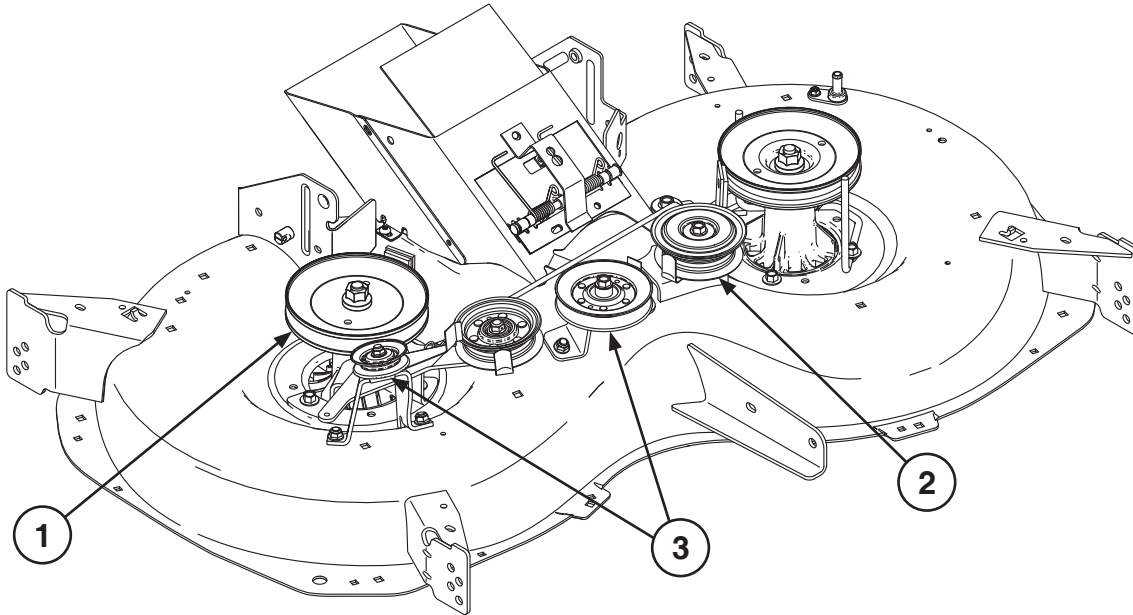
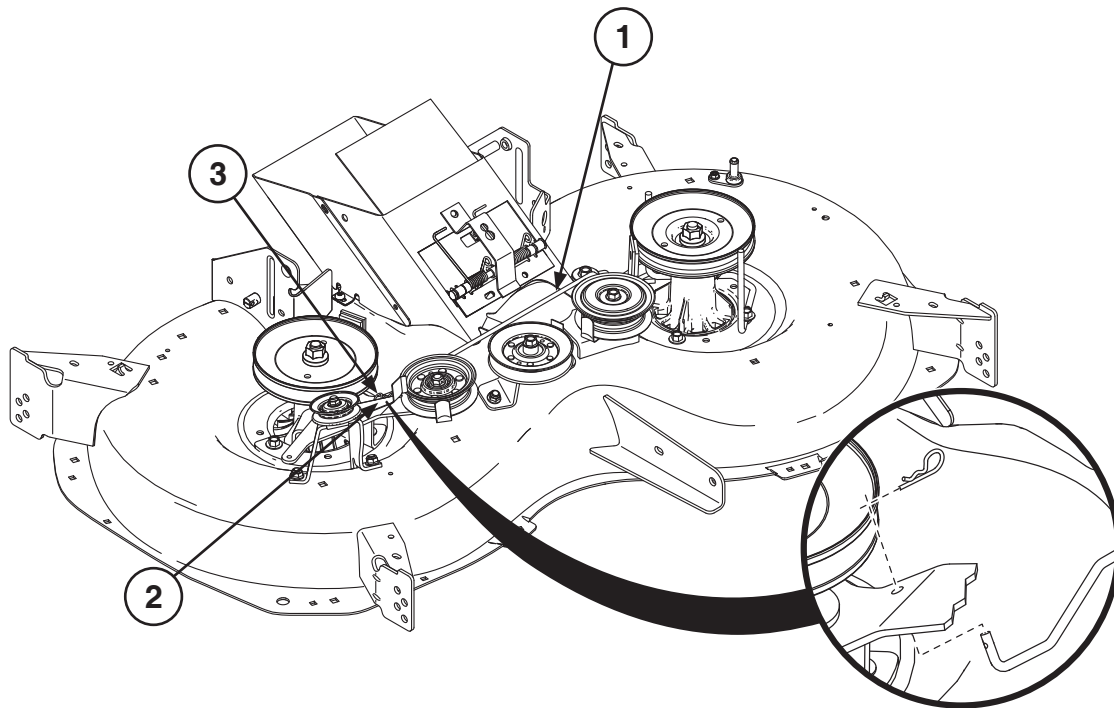

Fig. 5
Fig. 6
- ⒸZ 7. Připevněte řemenici na trn (1) pomocí matice a součástí vodičího ramena podle obrázku. Připevněte zpět levou stacionární kladku napínače řemenu (2) ke skeletu (viz obr. 5).
- ⒽR 7. Maticom pričvrstite prijenosnik za vretenastu osovinu (1) te na prikazan način pričvrstite komponente kraka napinjača. Ponovno pričvrstite lijevu statičnu remenicu praznog hoda (2) na režno kućište (pogledajte sliku 5).
- ⒶSI 7. Z matico pričvrstite jermenico na osnik (1) in pripnite sestavne dele roke napenjala, kot je prikazano. Ponovno pritrdite stacionarno napenjalo jermena LH (2) na kosilno enoto (Glejte Sliko 5).
- ⒶPL 7. Przymocować koło pasowe do trzpienia (1) przy użyciu nakrętki, a następnie przymocować podzespoły ramienia biernego koła pasowego, jak pokazano na rysunku. Przymocować lewe stałe koło pasowe bierne (2) do obudowy (patrz rys. 5)
- ⒶSK 7. Pomocou matice pripevnite remenicu k trňu (1) a pripevnite komponenty vodiaceho ramena, ako je to znázornené. Znova pripevnite ľavú stacionárnu napínaciu kladku (2) ku skeletu (pozrite si obrázok 5).
- ⒽU 7. Rögzítse a tárcsát a féltengelyhez (1) egy anyával, majd rögzítse a szíjfeszítő-kar alkatrészeit az ábrázolt módon. Rögzítse a bal oldali álló feszítőtárcsát (2) az asztalhoz (lásd 5. ábra).
- ⒸZ 8. Zašroubujte sestavy držáků (3) ke skeletu (obr. 5).
- ⒽR 8. Sklopove nosača (3) vijcima pričvrstite za režno kućište (sl. 5).
- ⒶSI 8. Privijačite sklope ročaja (3) na kosilno enoto (Slika 5).
- ⒶPL 8. Przykręcić zespoły wspornika (3) do obudowy (rys. 5).
- ⒶSK 8. Priskrutkujte zostavy podpier (3) ku skeletu (obr. 5).
- ⒽU 8. Csavarozza a szorítóbilincs-szerelvényeket (3) az asztalhoz (5. ábra).
- ⒸZ 9. Připevněte sestavu táhla brzdy (1) k pravému spojovacímu ramenu (2) a instalujte sponu (3) (obr. 6).
- ⒽR 9. Sklop članka kočnice (1) pričvrstite na desni spojni krak (2) i ugradite kopču (3) (sl. 6).
- ⒶI 9. Pritrdite sklop zavornega člana (1) na stransko zavorno roko RH (2), namestite sponko (3) (Slika 6).
- ⒶL 9. Przymocować zespół cięgła hamulca (1) do prawego ramienia sprzęgła (2), a następnie założyć zacisk (3) (rys. 6).
- ⒶK 9. Pripevnite zostavu ťahadla brzdy (1) k zvieraciemu ramenu na pravej strane (2) a namontujte zvierku (3) (obr. 6).
- ⒽU 9. Rögzítse a fékösszekötő-szerelvényt (1) a tengelykapcsoló-kar (2) jobb oldalához, és szerelje be a kapcsot (3) (6. ábra).